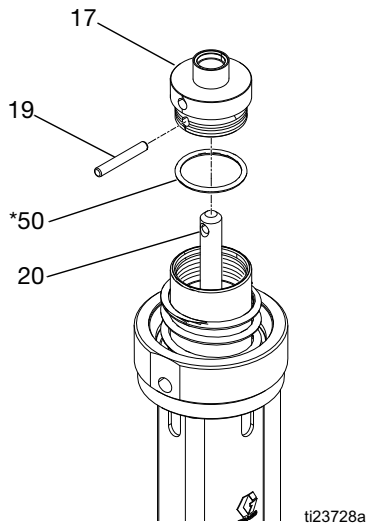

FIG. 14
6. Retire la clavija (19) y quite la tapa del pistón (17) del eje de transferencia (20). Retire la junta tórica (50*) de la tapa del pistón. Inspeccione todas las piezas en busca de daños. Consulte la FIG. 14.